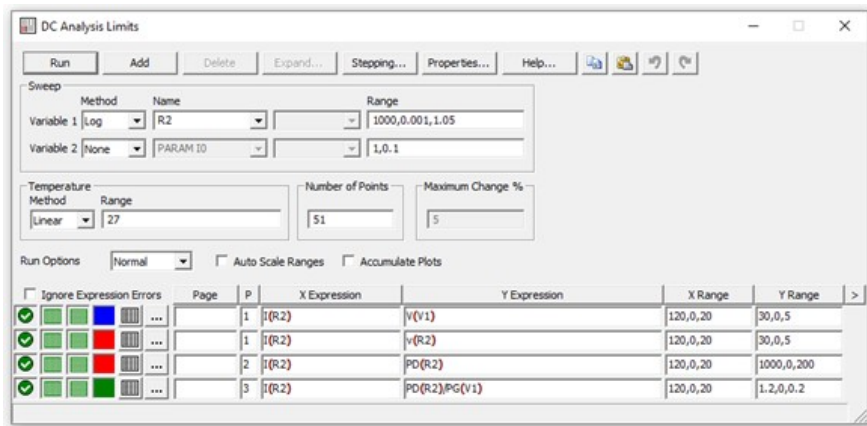

Рис. 1.2
2.2. Запустите расчет режима по постоянному току, выбрав **Analysis**→**DC...** (Alt+3). Установите пределы изменения как показано на рис. 1.2. Нажмите **Run**. Получившиеся графики сохраните в отчет.